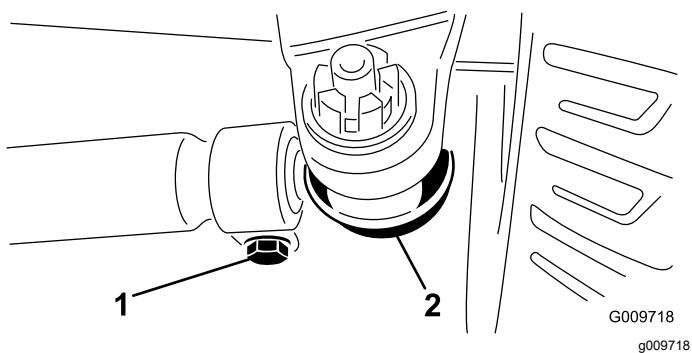

Figura 69
- Para ajustar, remova o contrapino e a porca de cada uma das rótulas da barra de ligação (Figura 69). Remova a junta da barra de ligação do suporte do eixo.
3. Desaperte as abraçadeiras que estão em ambas as extremidades das barras de ligação (Figura 69).